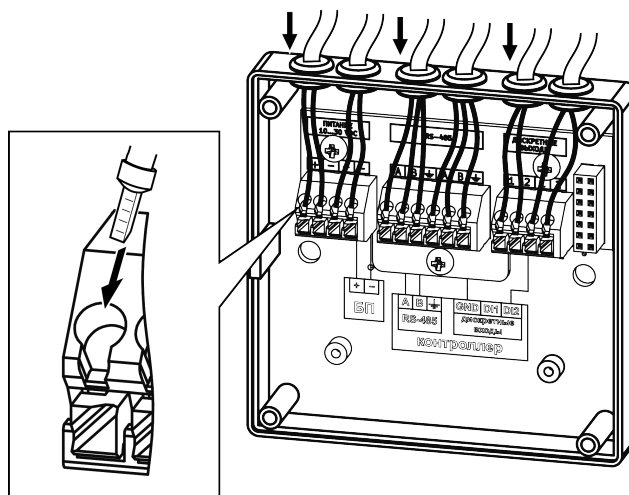

Рисунок 6.3 – Монтаж внешних связей
3. Для подключения прибора к линиям питания и связи следует (см. рисунок 6.3):